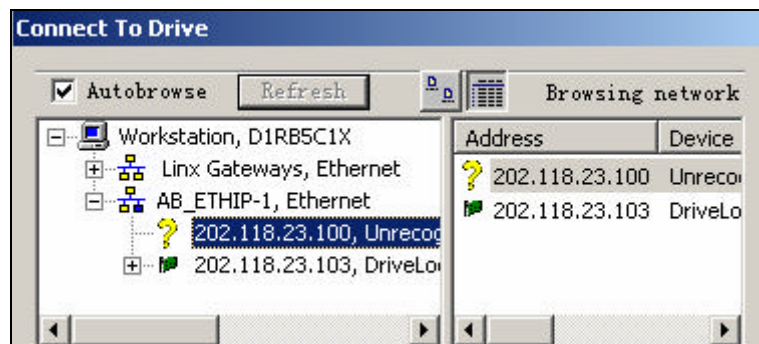

图 6-5 选择网络上的变频器
(3) 单击 *Start→Programme→Drive Tools→Drive Executive* ,打开 Drive Executive 软件。点击工具栏上的  图标 ,显示“Connect to the Drive”对话框 ,选择 IP 地址是 202.118.23.100 的变频器 ,点击 OK ,如图 6-5 所示。